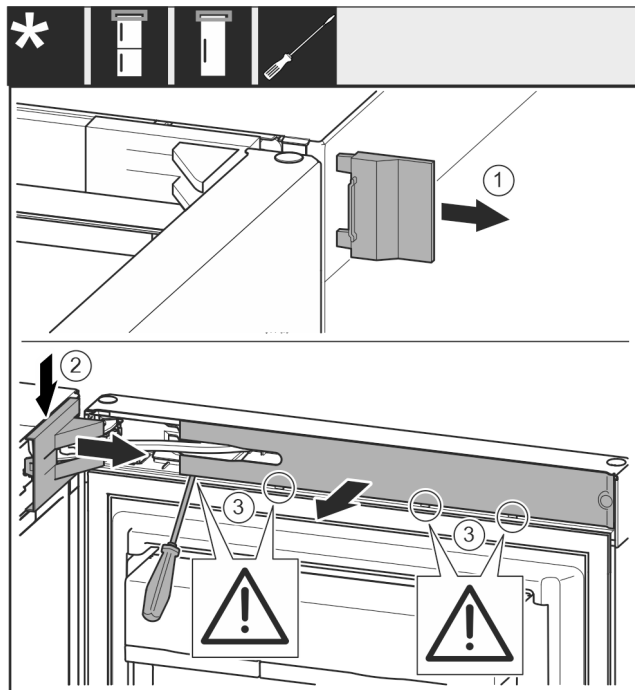

Fig. 12
- 取下盖板 Fig. 12 (1)。
- 拆卸并松开托架盖 Fig. 12 (2)。
- 取下托架盖 Fig. 12 (2)。
- 使用带槽螺丝刀松开隔板 Fig. 12 (3)并把它转到一边。